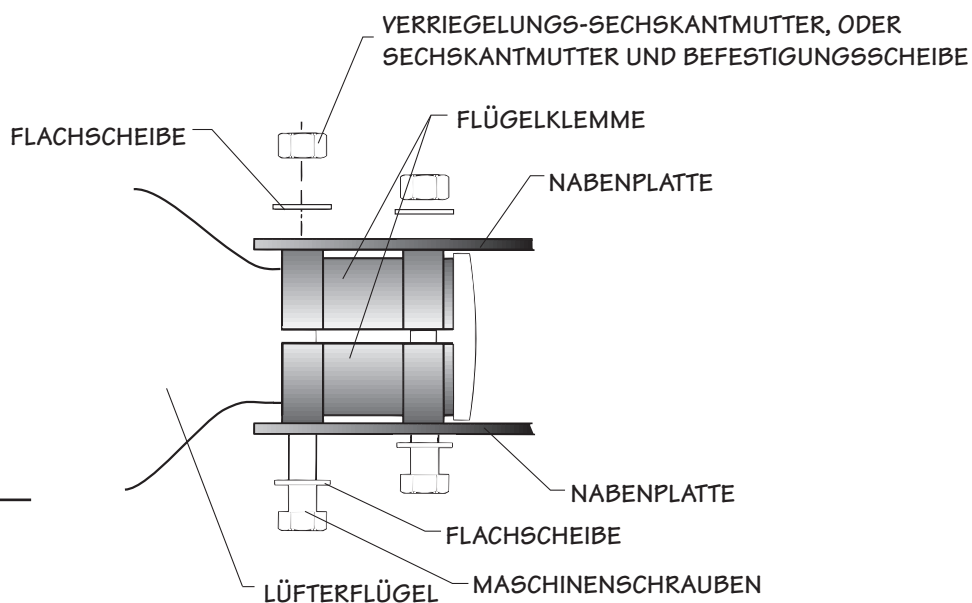
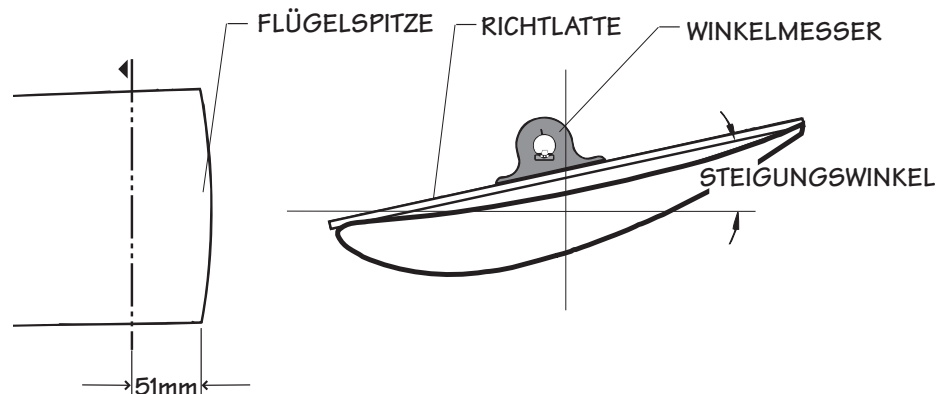

Bild 5.
Bild 6.
- 2–Entfernen Sie einen Satz der Flügelklemmen von der Naben-Baugruppe. Die Flügelklemmen werden werkseitig an der Naben-Baugruppe mit Abstandshaltern zur Transportsicherung ausgestattet. Entfernen und entsorgen Sie die Abstandshalter. Positionieren Sie die Flügelklemmen um den Flügelschaft und mit dem bearbeiteten Ende gegen den Flügel-Sicherheitskragen. Siehe **Bild 5**. Zum Halten der Flügelklemmen können während der Installation zur leichteren Montage lange Nylon-Kabelbinder verwendet werden.
- 3–Setzen Sie den Flügel mit den Flügelklemmen um den Schaft und mit der konkaven Flügelseite (OBEN) an der Austrittseite zwischen den Naben-Montageplatten, wie in **Bild 5** und **Bild 6** gezeigt, ein. Richten Sie die vier Schraubenlöcher in den Klemmen und Platten vertikal aus. Installieren Sie vier geschmierte 3/4"-Schrauben, acht 3/4"-Flachscheiben, (vier 3/4"- Befestigungsscheiben, wenn die Befestigungsteile aus Monel sind), und vier 3/4"-Sechskantmuttern. Verschrauben Sie die Muttern an drei oder vier Windungen, wie in **Bild 5** gezeigt. Ziehen Sie die Befestigungen nicht an, bis alle Flügel installiert sind. Der Flügel muss zur Steigungswinkeleinstellung in der Klemme frei rotierbar sein.
- 1–Wählen Sie eine Position am Umfang des Flügels und drehen Sie jeden Flügel in die gleiche Position, wenn Sie den Flügelwinkel einstellen oder prüfen. Stützen Sie die Flügelspitze, um während der Flügelwinkel-Einstellung eine durchgehende Rotationsebene zu gewährleisten. Der Steigungswinkel wird auf 51 mm der Flügelspitze mit einem Winkelmesser eingestellt, der auf einer parallelseitigen geraden Richtlatte, die sich quer über die Flügelbreite erstreckt, positioniert. Siehe **Bild 6**.
- 2–Ziehen Sie den Flügel nach aussen, sodass der Sicherheitskragen in Kontakt mit der Flügelklemme ist. Stellen Sie dann den Steigungswinkel ein. Siehe **Bild 5**. Die Flügel sollten innerhalb $\pm 1/4^\circ$ vom gewünschten Steigungswinkel sein. Nachdem die gewünschte Einstellung erreicht ist, ziehen Sie die 3/4"-Sechskantmuttern progressiv mit einem Drehmoment von 163 N·m an. Überprüfen Sie nochmals den Steigungswinkel. Lösen Sie gegebenenfalls die Sechskantmuttern und stellen Sie erneut den notwendigen Winkel ein. Wenn der korrekte Winkel erreicht ist, ziehen Sie die 3/4"-Sechskantmuttern erneut mit einem Drehmoment von 163 N·m an.